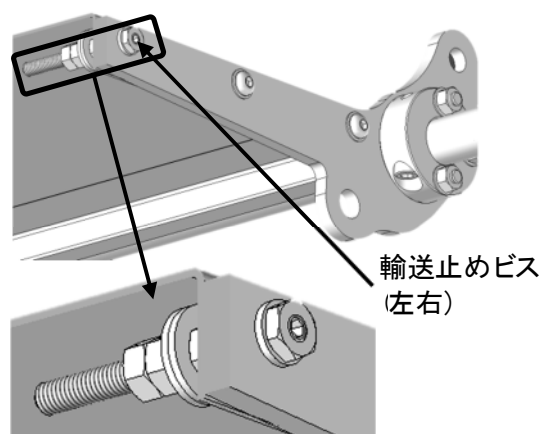

Figure 4-11
- 3) 止ネジをナットと面一になるまで引込め、内側のナットと共締めしてください。(Figure 4-11)
(Figure 4-11)